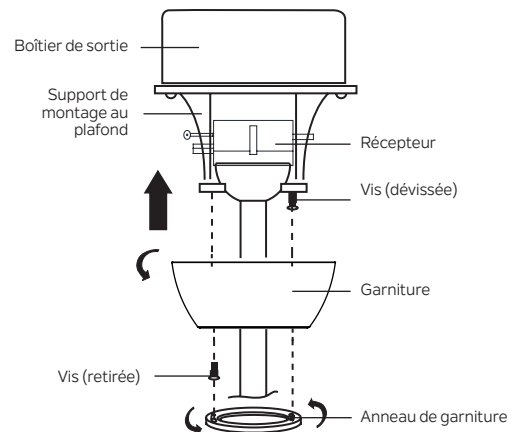

Fig. 14
Étape 2. Soulevez avec précaution la monture jusqu'au support de montage au plafond et placez la fente de montage de la monture sur la tête de vis du support de montage au plafond. Tournez la monture (dans le sens horaire) jusqu'à ce qu'elle s'enclenche contre la vis au niveau de la partie étroite de la fente de montage. (Fig. 14)
REMARQUE : Ajustez les vis si nécessaire jusqu'à ce que la garniture et l'anneau de finition de garniture soient bien ajustés avec l'anneau. (Fig. 14)